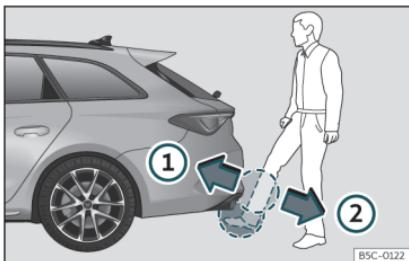

Fig. 88 Portón del maletero con apertura controlada por sensor (Easy Open).
- » fig. 88 ①.
- » fig. 88 ②. El portón trasero se abre automáticamente.